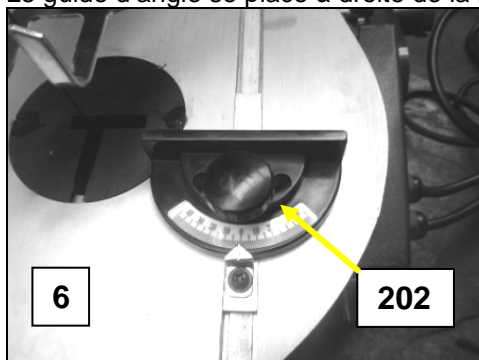

Fig 10
Insérer la barre de guidage du guide d'angle (202) dans la rainure de la table (6) (Voir Fig 10).